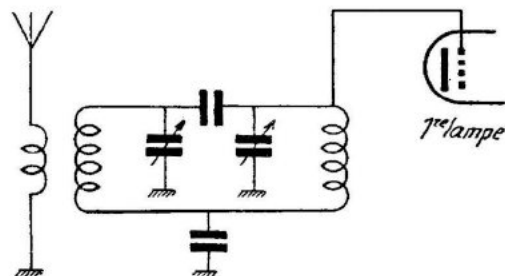

Fig. 1. — Système d'accord à présélecteur tel qu'il était utilisé dans les superhétérodynes 135 kHz.
M.F. accordés sur une fréquence de l'ordre de 460-472 kHz. Cette méthode rend inutile l'emploi d'un présélecteur devant la changeuse de fréquence et on se contente d'un seul circuit accordé. Les figures 1 et 2 illustrent l'évolution du système d'accord. La première représente le présélecteur dont tout le monde se souvient encore et qui était nécessaire avec les moyennes fréquences de l'ordre de 135 kHz. La seconde schématise un circuit d'entrée actuel.